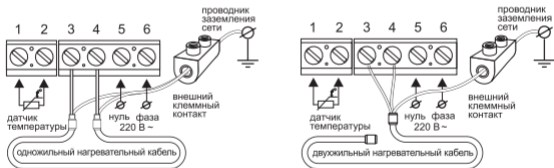

Рис. 4
Выводы нагревательной секции или мата подключаются к клеммам 3 и 4; вывод экранирующей оплетки (желто-зеленый провод) – к линии защитного заземления (РЕ) через внешний клеммный контакт (не входит в комплект поставки) (рис. 4).
1. Выполните подключение согласно рис. 4.